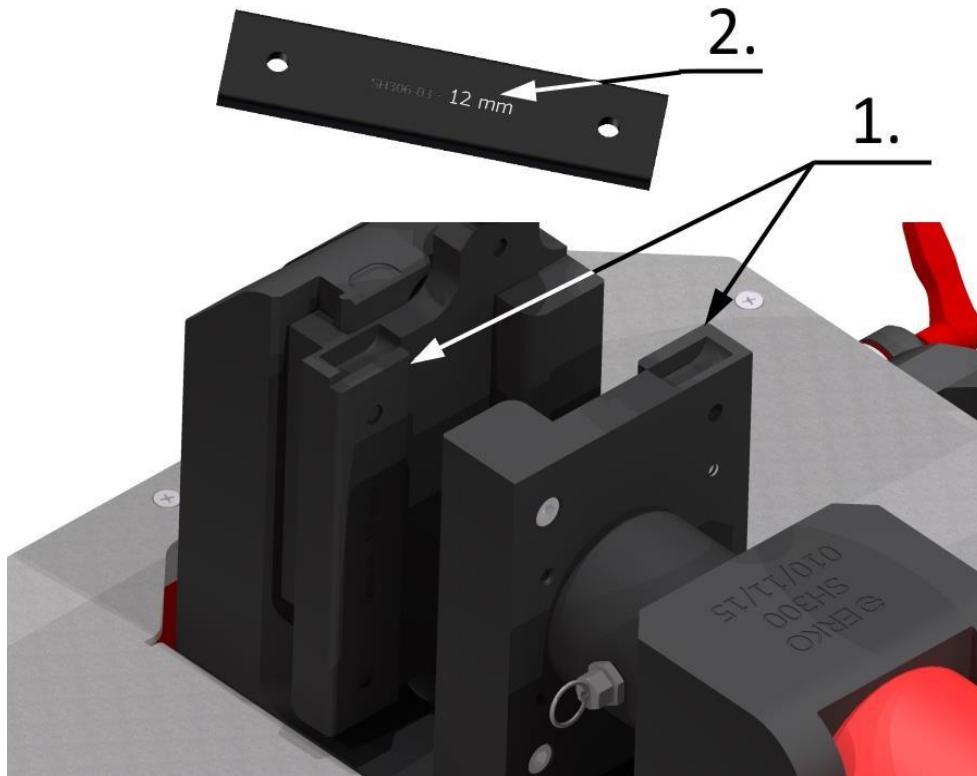

Рис. 17. Пластины для зміни величини зміщення.
5. Вставте другу вставку в пази корпусу (рис. 17).